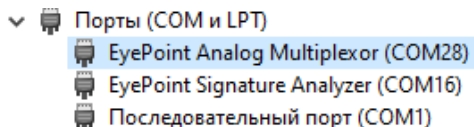

Рисунок 6. Отображение устройств после установки драйвера
11. После установки драйвера в разделе устройств "Порты (COM и LPT)" должно появиться устройство EyePoint Analog Multiplexor (рисунок 6).